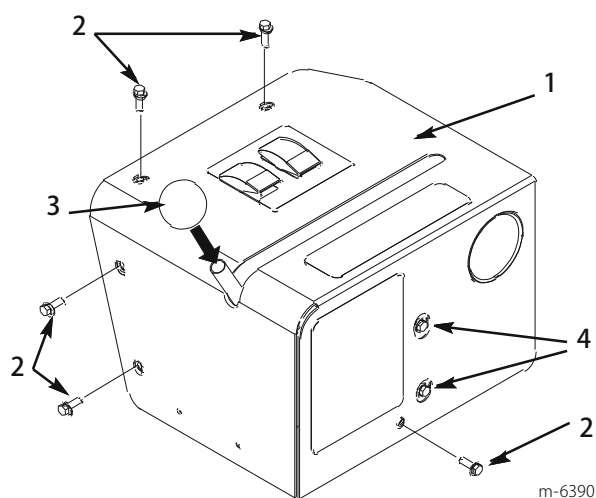

図28
17. コントロール・ボックス・カバーをコントロール・ボックス取付ブラケットに取り付ける (図28)。フランジ・ボルト (1/4 x 3/4 インチ) 5本を使用。
18. ノブをバルブ制御レバーに取り付ける (図28)。
19. 必要であれば前パネルのボルトをゆるめ、バルブ・アセンブリの位置を変えてレバーがスロットの中を動けるようにする (図28)。